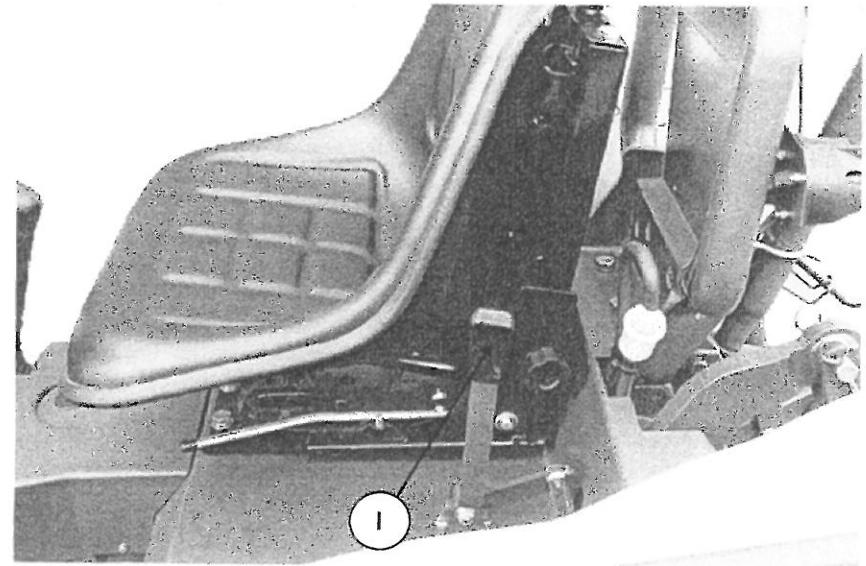

Abb. 7
I. SCHALTHEBEL FÜR ZAPFWELLENDREHZAHN (Motorzapfwelle) (Abb. 7)